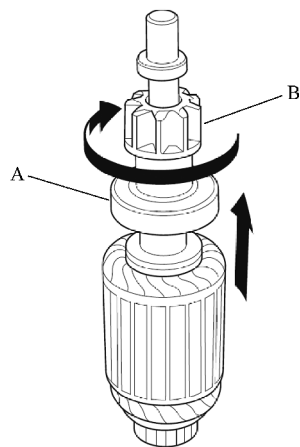

图 24-18 检查超速离合器
14) 如图 24-18 所示, 沿轴滑动超速离合器 A。如果不能平稳滑动, 则将其更换。